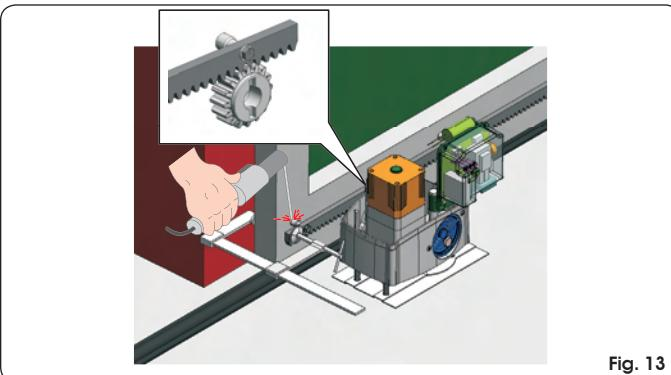
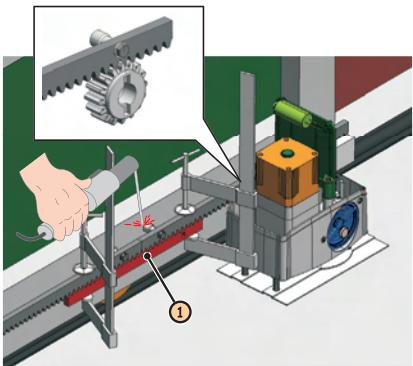

Fig. 13
Fig. 14
- ① Monte los tres pasadores roscados sobre el elemento de la cremallera, colocándolos en la parte superior de la ranura. De este modo el juego en la ranura permitirá efectuar las regulaciones que fueran necesarias.
- ② Coloque manualmente la hoja en posición de apertura.
- ③ Apoye sobre el piñón la primera pieza de cremallera comprobando que esté perfectamente horizontal y suelde el pasador roscado en la cancela como se indica en la Fig. 13.
- ④ Mueva manualmente la cancela, comprobando que la cremallera se apoye sobre el piñón y suelde el segundo y el tercer pasador.
- ⑤ Acerque otro elemento de cremallera al precedente utilizando, para sincronizar la dentadura de los dos elementos, un trozo de cremallera como se indica en la Fig. 14 ref. ①.
- ⑥ Mueva manualmente la cancela y suelde los tres pasadores roscados prosiguiendo hasta la cobertura completa de la cancela.
- ① Coloque manualmente la hoja en posición de apertura.
- ② Apoye sobre el piñón la primera pieza de cremallera e intercale el distanciador entre la cremallera y el borde de la cancela. Compruebe con un nivel de burbuja que la cremallera esté perfectamente horizontal y marque con un lápiz el punto de taladrado.
- ③ Taladre con una broca de Ø 6.5 mm, y enrosque con macho de M8. Atornille el perno.
- ④ Mueva manualmente la cancela, comprobando que la cremallera se apoye sobre el piñón y repita las operaciones indicadas en el punto ③.
- ⑥ Mueva manualmente la cancela y realice las operaciones de fijación como para el primer elemento, prosiguiendo hasta la cobertura completa de la cancela.